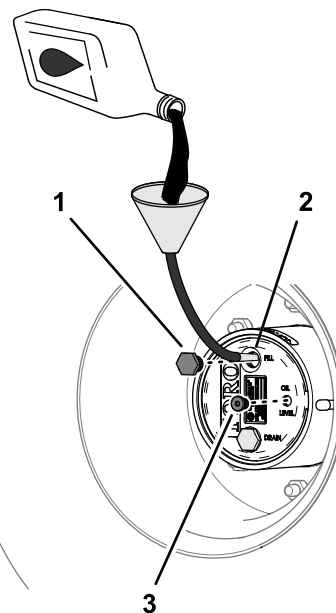

图 89
4. 如果润滑油油位较低应取出加油塞添加指定润滑油直至油开始从检查塞孔中流出图 89 请参阅行星齿轮传动润滑油规格 (页码 57)。
6. 安装加油塞和检查塞图 89。
- 通过加油塞孔缓慢添加指定齿轮润滑油请参阅 检查行星齿轮传动润滑油 \(页码 57\) 中的图 89。
- 安装加油塞和检查塞请参阅 检查行星齿轮传动润滑油 \(页码 57\) 中的图 89。